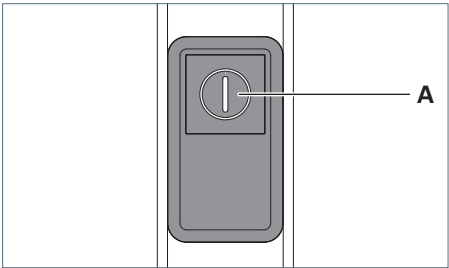

Fig. 18: Elemento di comando.
- Premere il tasto **A** sette volte in rapida successione, vedere Fig. 18.
- Premere il tasto **A**, vedere Fig. 18.
- Premere il tasto **A** e mantenerlo premuto, vedere Fig. 18.